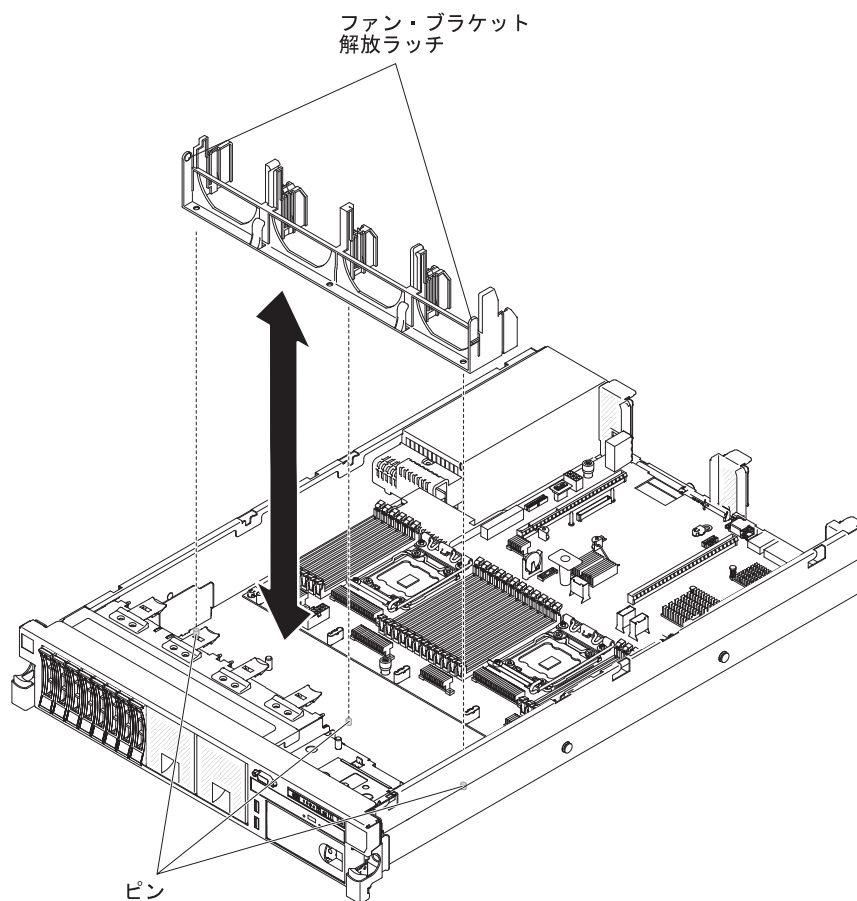

図 184. ファン・ブラケットの再取り付け
1. 235 ページの図 184 に示すように、ファン・ブラケットを下げて、シャーシの中に差し込みます。